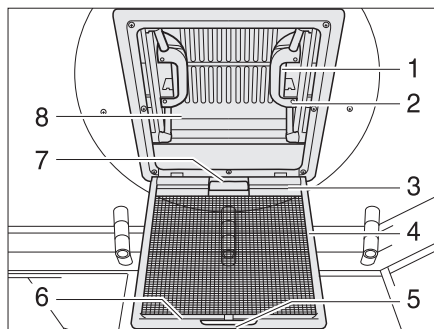

Fig. 68 Lanterneau à poussoirs
- Tirer sur la poignée (Fig. 68,5).
- Rabattre la moustiquaire (Fig. 68,4) vers le bas.
- Appuyer sur le verrou (Fig. 68,1) vers l'intérieur du lanterneau (Fig. 68,8). Pousser le lanterneau simultanément vers le haut par la poignée (Fig. 68,2).
- Faire basculer la moustiquaire (Fig. 68,4) vers le haut jusqu'à ce qu'elle s'enclenche.
- Tirer fortement le lanterneau (Fig. 68,8) vers le bas par les deux poignées (Fig. 68,2) jusqu'à ce que les deux verrous (Fig. 68,1) s'encliquettent.
- Tirer le store occultant par la poignée (Fig. 68,7) et accrocher la barre d'accrochage (Fig. 68,3) dans la barre de retenue (Fig. 68,6) de la moustiquaire.
- Détacher la barre d'accrochage (Fig. 68,3) de la barre de retenue (Fig. 68,6) et laisser revenir lentement le store occultant.